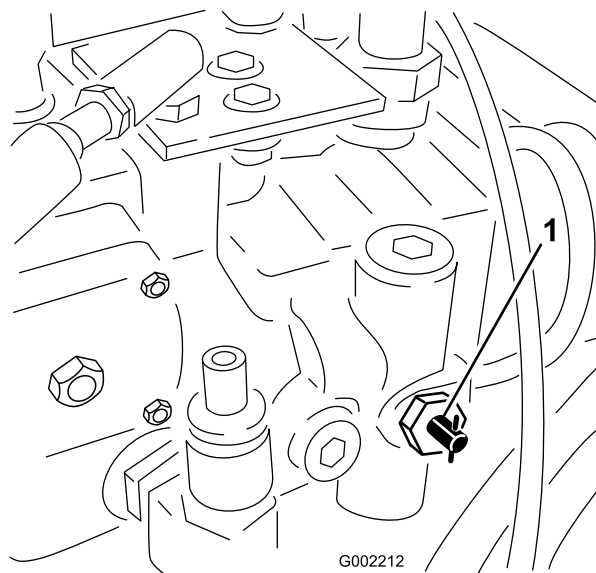

Figure 26
1. Tournez la vanne de remorquage (Figure 26) de 90° dans un sens ou dans l'autre pour l'ouvrir.